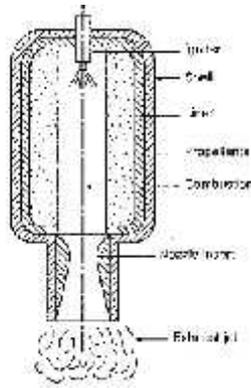

Figure 4 : Moteur fusée à propergol solide.
- La construction d'un moteur-fusée à propergol solide est illustrée à la figure 4.